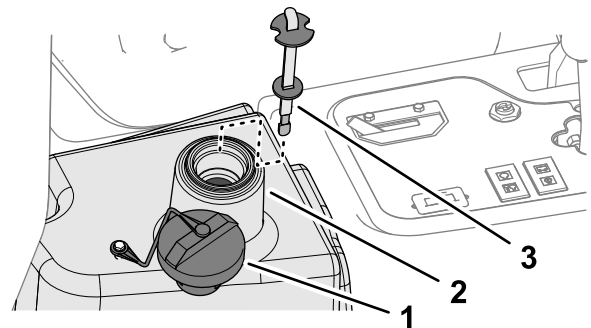

図 91
- 油圧オイルタンク **図 91** に約 22.7 リットルの油圧オイルを入れる **油圧作動液の仕様 (ページ 58)** を参照。